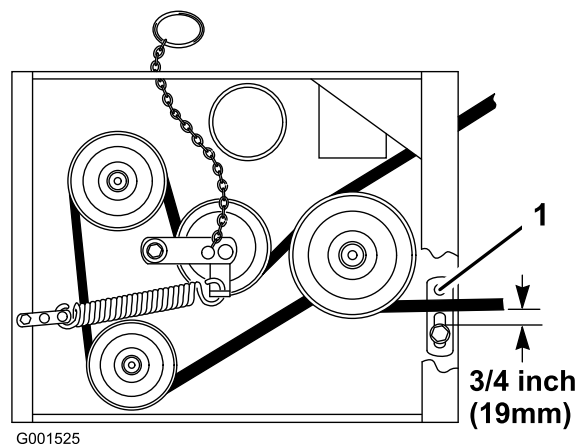

Figura 56
8. Compruebe que la guía de la correa, situada debajo del bastidor del motor, está ajustada correctamente (Figura 56).
**Nota:** La distancia entre la guía de la correa y la correa del cortacésped debe ser de 19 mm (3/4 pulgada) cuando la correa del cortacésped está engranada (Figura 56). Ajuste la correa del cortacésped si es necesario. La correa no debe rozar ni salirse de la polea si las guías y la tensión de la correa están correctamente ajustadas.